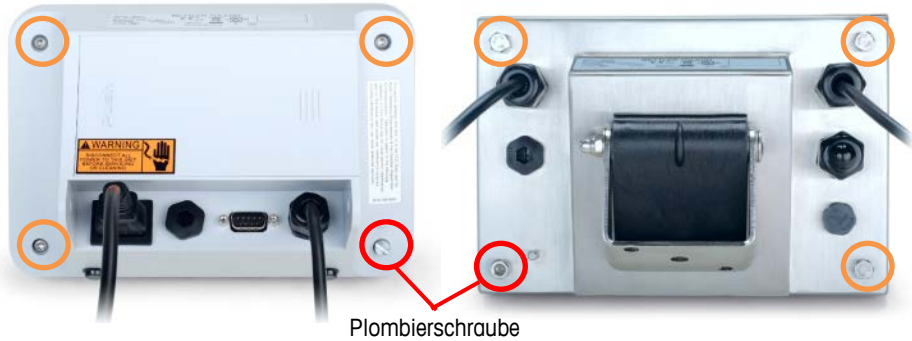

Abbildung 2-2: Öffnen des Gehäuses – IND231 (links) und IND236 (rechts)
- Lösen Sie beim IND236 drei der Schrauben mit einem 10-mm-Steckschlüssel. Lösen Sie die Plombierschraube (siehe Abbildung 2-2) mit einem 5-mm-Inbusschlüssel. Alle Schrauben sind unverlierbar und verbleiben an der hinteren Abdeckung des IND236.